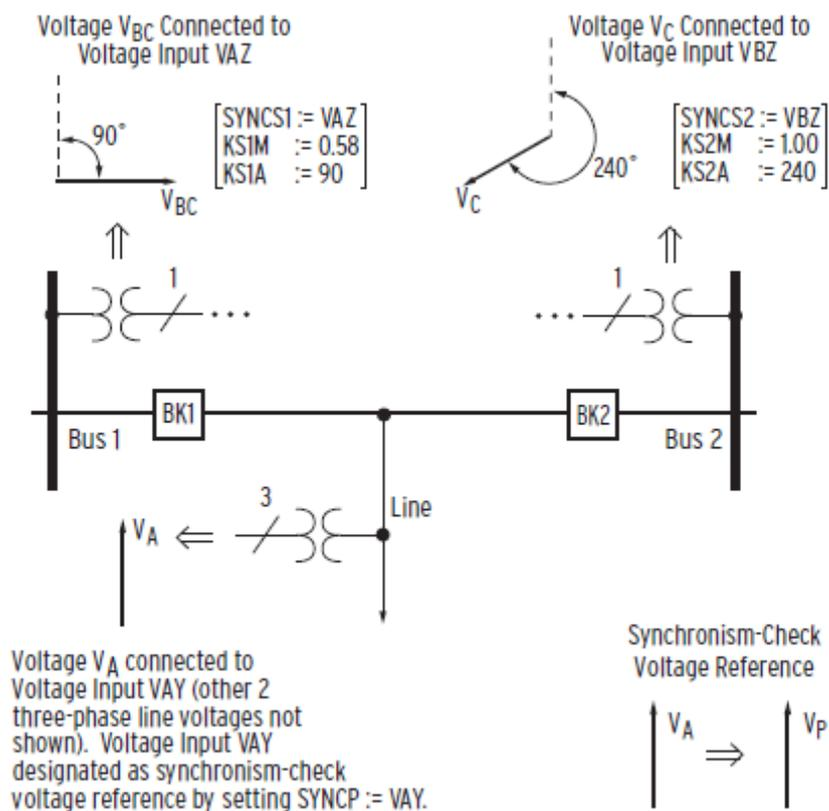

Figura 37 – Tensão de Referência para Verificação de Sincronismo
A *Figura 37* demonstra as possíveis conexões de entrada de tensão (presumindo a rotação de fase ABC). A tensão de referência de verificação de sincronismo (VP) é a partir da tensão da fase A (VA) da linha. Você pode conectar a tensão fase-fase VBC proveniente da barra 1 e conectar a tensão fase-neutro VC da barra 2. Assim, a tensão da barra 1 VBC atrasa a tensão de verificação de sincronismo VP em 90 graus e a tensão da barra 2 VC atrasa a tensão de verificação de sincronismo VP em 240 graus. Para compensar essas diferenças de ângulo, ajustar KS1A para a barra 1.